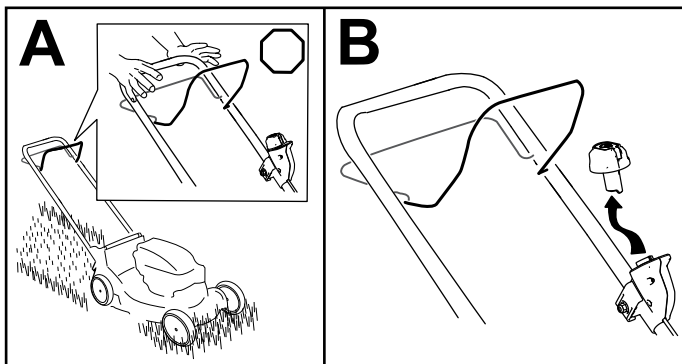

Figura 13
1. Suelte la barra de control de las cuchillas (Figura 13, A).
2. Retire el botón de arranque eléctrico del interruptor de arranque eléctrico (Figura 13, B).